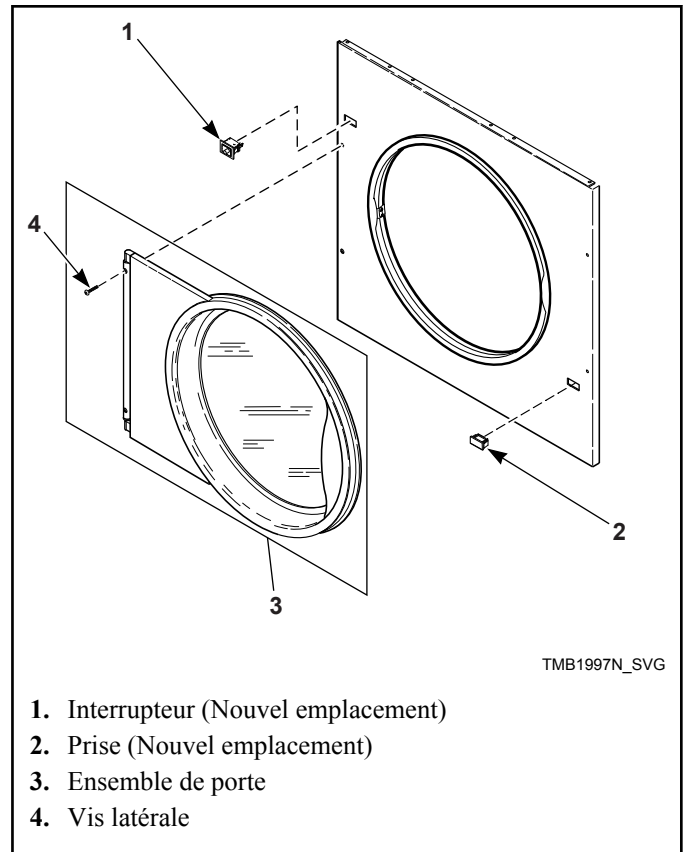

Figure 13
9. Placer le panneau avant sur la machine, insérer les quatre vis du bas. Connecter le faisceau d'interrupteur de porte à l'interrupteur, dans un endroit différent. Installer l'ensemble de porte et insérer quatre vis latérales de panneau avant. Se reporter à la Figure 13.